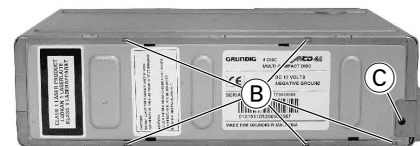

Fig. 3
- 5 Rastnasen (B) (Fig. 3) ausrasten und Boden und Deckel abnehmen.
- Undo 5 catches (B) (Fig. 3) and take off bottom and cover.